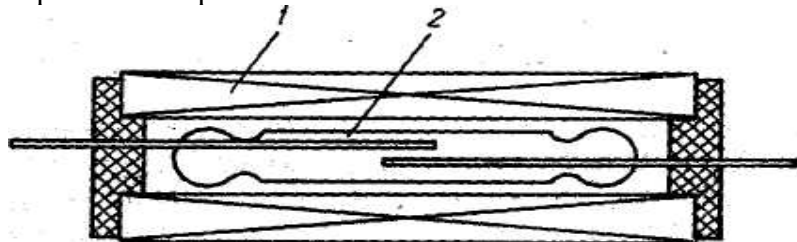

Рис.3 Реле на герконе
Контакты геркона 2 выполнены в виде двух плоских стальных пружин. Если колбочку геркона поместить в магнитное поле, созданное постоянным магнитом или (рис.3), обмоткой с током 1, стальные пружинки намагничиваются и смыкаются, контакты замыкают цепь тока. Если магнитное поле исчезает, то пружинки возвратятся в исходное положение и цепь тока будет разомкнута.
3. Зарисуйте рис.3 с нанесением элементов, из которых он состоит и опишите работу реле.